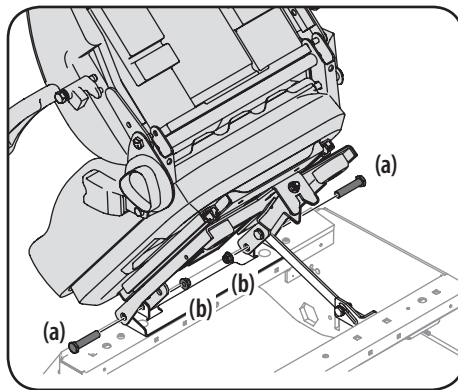

Figure 2-6
1. Retirez les deux écrous autobloquants à bride (b) et les boulons à épaulement (a) du sac contenant le manuel. Voir Figure 2-6.
2. Faites basculer le siège vers l'arrière en position de conduite, puis fixez le siège. Voir Figure 2-6.